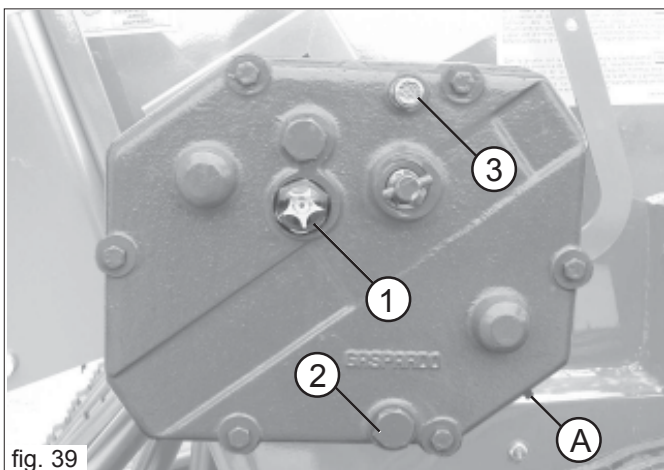

fig. 39
Durante le operazioni di regolazione e manutenzione del cambio, è tassativamente vietato agire sulla vite (A Fig. 39): causerebbe la staratura dello stesso con effetti negativi sulla distribuzione.
- Verificare il livello di olio nella scatola cambio, eventualmente ripristinarlo fino al livello (1 Fig. 39). Nell'eseguire il ripristino, è consigliabile usare lo stesso tipo di olio (SAE 80W/90).
- tappo scarico olio, 2 Fig. 39;
- tappo carico olio, 3 Fig. 39.